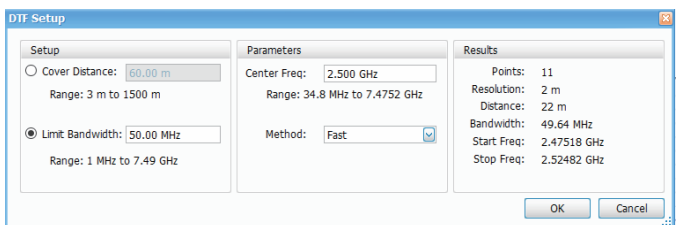

図8. 周波数帯域制限の選択
10. 距離でなく、システムの周波数帯域を条件にする場合は、図8に示すようにLimit Bandwidthを選択します。それ以外の場合は、手順11に進みます。